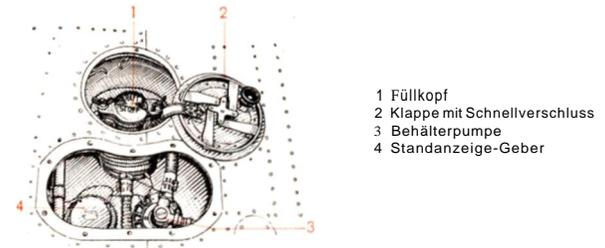

Abb.18 Kraftstoff-Füllkopf für Rumpfbehälter
(2) (Abb. 18) über dem Füllkopf sowie der Deckel des Kraftstoff-Füllkopfes (1), der mit zwei Flügelmuttern befestigt ist, werden entfernt und der Füllanschluß des Tankwagens auf dem Kraftstoff-Füllkopf des Behälters festgeschraubt.